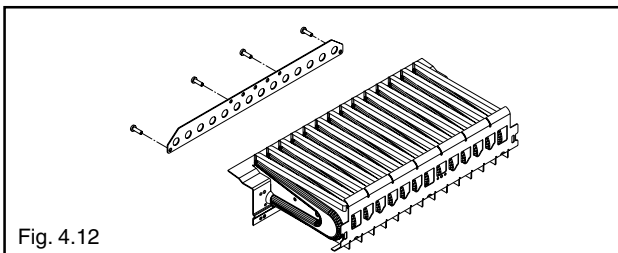

Fig. 4.12
- per trasformazione da gas metano a GPL, inserire la flangia al bruciatore (se presenti i fori di fissaggio) con le viti in dotazione (scegliere la flangia in base al numero di elementi del bruciatore) (fig. 4.12)
- per trasformazione da GPL a gas metano, togliere la flangia posteriore dal bruciatore (se presente) (fig. 4.12)